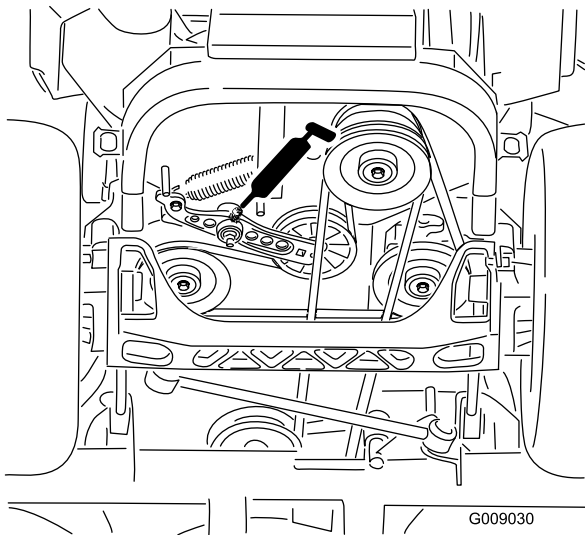

**Figure 49**
3. Graissez le pivot de la poulie de tension du tablier de coupe jusqu'à ce que la graisse ressorte par le bas (Figure 48 ou Figure 49).